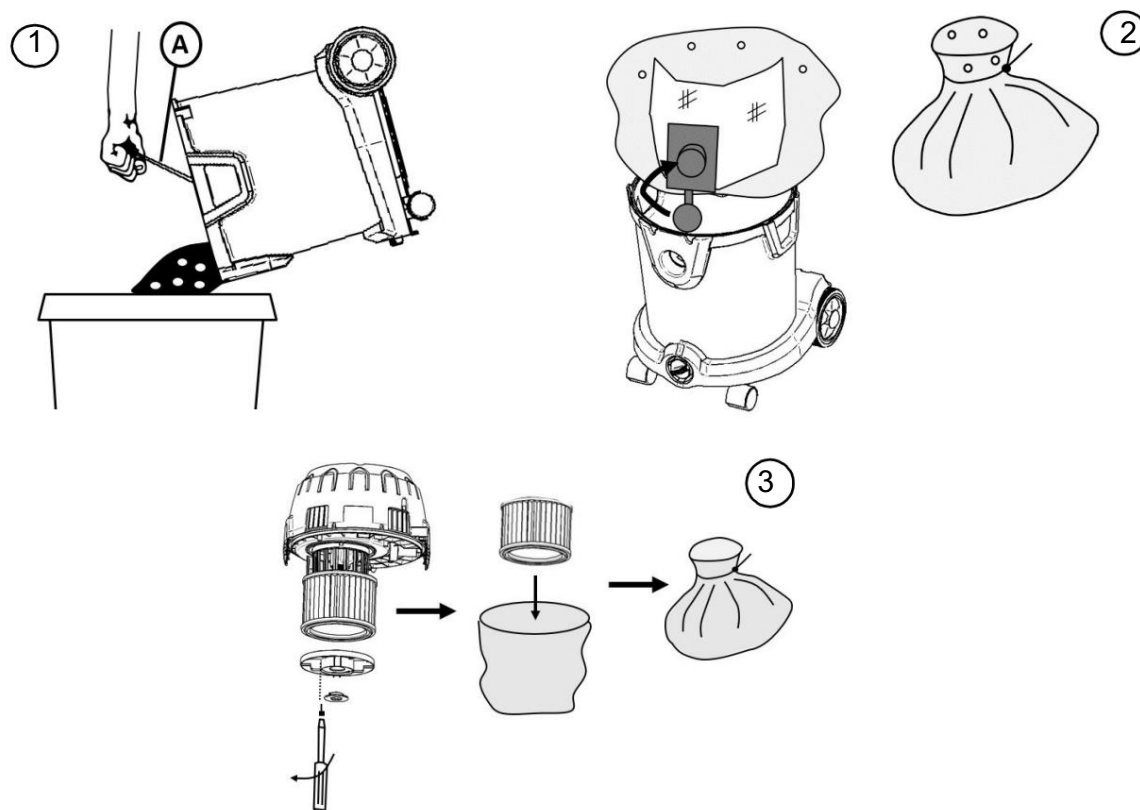

Fig.7-2: Vaciar el contenedor de polvo
Recomendamos utilizar una bolsa de filtro de polvo para aspirar el polvo seco. Abra los clips de retención del cabezal de aspiración y retire el cabezal de aspiración. Insertar la bolsa filtrante de polvo. (Fig.7-2, Elemento 1)
Los aparatos de la clase de polvo H requieren un vaciado sin polvo. Utilice para ello la bolsa filtrante de polvo de seguridad especial (Fig. 7-2, pos. 2). Fije la parte de plástico de la bolsa del filtro de polvo al soporte dentro del tanque. Envuelva la bolsa de plástico sobre el borde del tanque. Asegúrese de que los orificios de compensación de presión estén dentro del tanque.
El recipiente resistente al polvo sólo puede ser eliminado por personas formadas en la eliminación de residuos. Aflojar la brida de plástico en la entrada del contenedor. Cierre la entrada de la bolsa de filtro de polvo de seguridad con la tapa (Fig.7-2, Pos. 2) Envuelva la bolsa de plástico alrededor de la bolsa de filtro y ciérrela con la de la bolsa bridas para cables adjuntas.
El elemento filtrante principal no debe reutilizarse después de haberlo retirado del aparato. Retire los tornillos del disco filtrante con un destornillador (Fig.7-2, pos. 3). Desenrosque el disco filtrante. Retire el filtro de cartucho y deséchelo inmediatamente de acuerdo con las normas legales.
Si no utiliza una bolsa de filtro de polvo, el contenedor de recolección de polvo se puede vaciar directamente (Fig.7-2, Elemento 1).